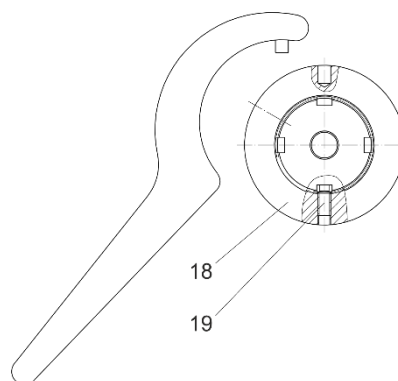

Рис. 11
Для этого исполнения переключающий элемент (3) должен быть короче. Для возможного дооснащения проконсультируйтесь с заводом. Регулировка производится с помощью крючкового ключа, Рис. 11.